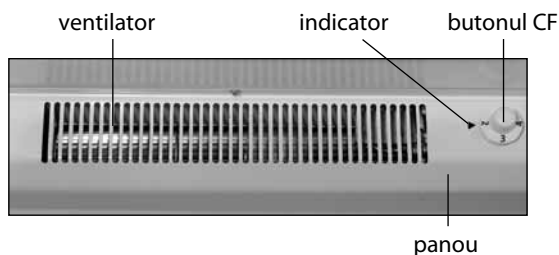
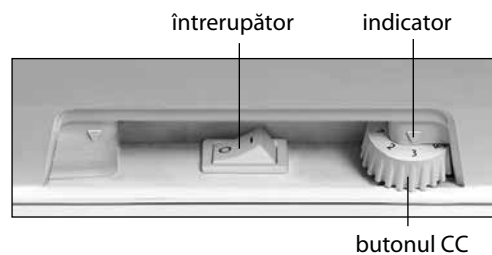

Figura 4
Figura 5
– **butonul de reglare a temperaturii în CF** (în continuare – butonul CF) cu diviziuni numerice, în conformitate cu figura 4. Se rotește în sensul acelor de ceasornic sau în sensul contrar al acestora. Diviziunea „1” corespunde celei mai joase setări de temperatură (răcire minimă) în
– **butonul de reglare a temperaturii în CC** (numit în continuare – butonul CC) cu diviziuni numerice, în conformitate cu figura 5. Se rotește în sensul acelor de ceasornic sau în sensul contrar al acestora. Diviziunea „1” corespunde celei mai joase setări de temperatură (răcire minimă) în camera frigorifică, diviziunea „7” – celei mai înalte setări de temperatură (răcire maximă). Diviziunea „\*” înseamnă că camera este deconectată. Pentru a regula temperatura, fixați diviziunea butonului sub indicator;
– **întrerupătorul** în conformitate cu figura 5. Este destinat pentru conectarea / deconectarea regimului „Congelare” în CC. Întrerupătorul are doi indici: „I” – conectare, „0” – deconectare.
**2.3.2** Deschideți ușa CF. La prima conectare este recomandat să fixați butonul CF la diviziunea „2”, în conformitate cu figura 4, iar butonul CC – la diviziunea „3” sau „4”, în conformitate cu figura 5. Închideți ușa CF.
**2.4.1** Pentru a regla temperatura în CF se folosește butonul, care se află în interiorul frigiderului pe panoul care acoperă ventilatorul, în conformitate cu figura 4.
**2.5.2** Conectarea regimului „Congelare” în CC se face prin apăsarea întrerupătorului spre indicele «I», în conformitate cu figura 5 – se aprinde indicatorul regimului, iar când apăsați spre indicele „0” – regimul se deconectează și indicatorul se stinge.
**2.6.1** Dacă este necesar, CC poate fi deconectată prin rotirea butonului, în conformitate cu figura 5 în sensul contrar acelor de ceasornic până când la un clic sesizabil (sub indicator trebuie să fie diviziunea «») a butonului).